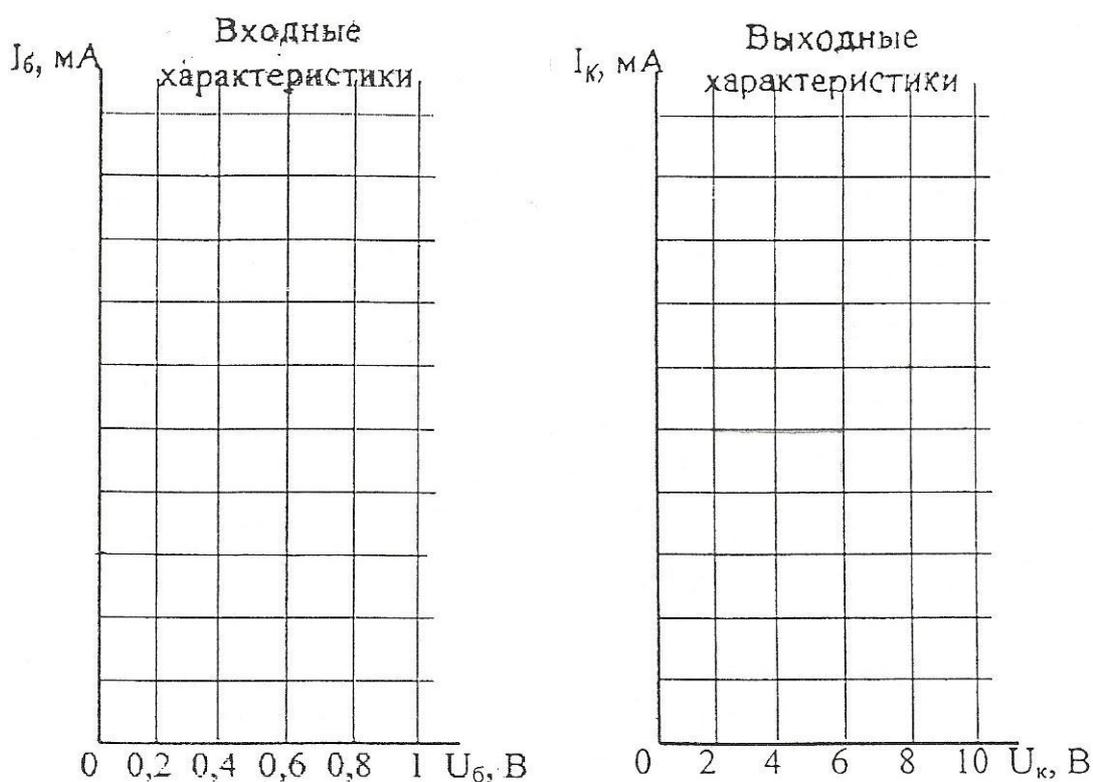

Рисунок 2.3.2. Статические характеристики транзистора
7. По данным таблицы 2.3.2, используя рисунок 2.3.2, построить семейство входных (базовых) характеристик транзистора $I_б = f(U_б)$ при $U_к = const$.
8. По данным таблицы 2.3.3, используя рисунок 2.3.2, построить семейство выходных (коллекторных) характеристик транзистора $I_к = f(U_к)$ при $I_б = const$.